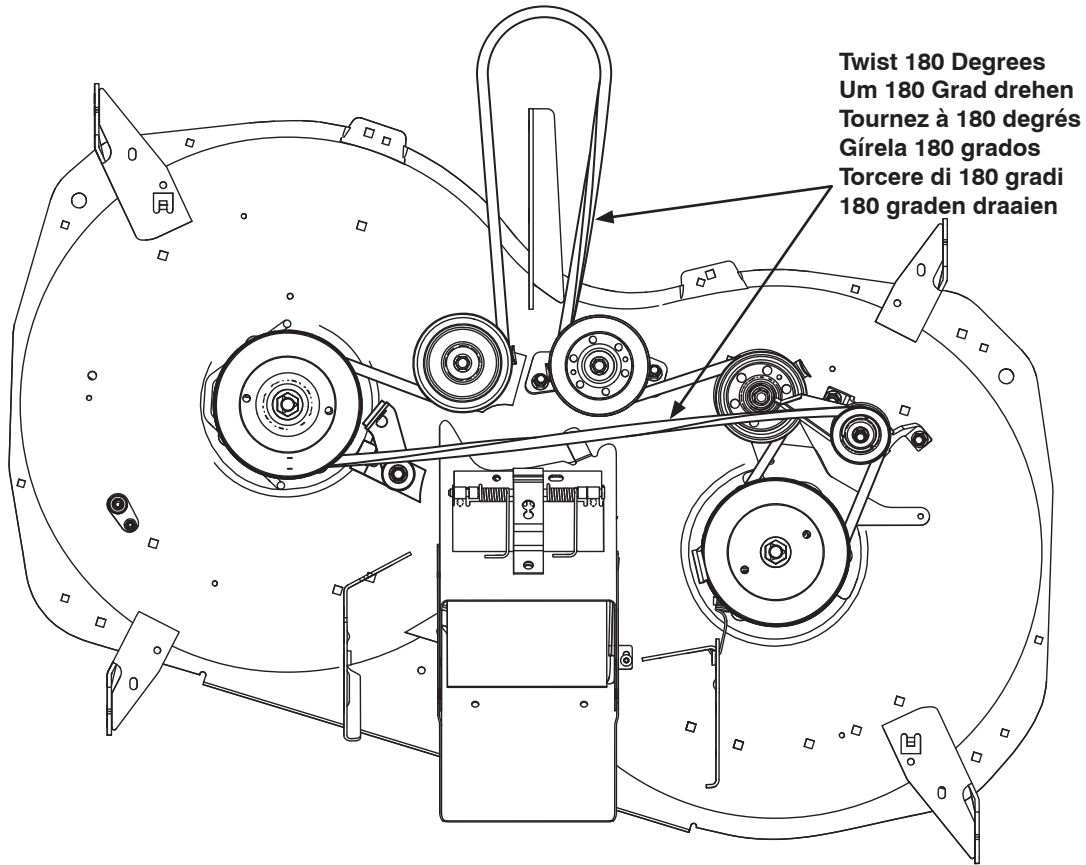

Fig. 7
- Ⓔ 10. Attach new belt (note belt routing) (Fig. 7).
- Ⓓ 10. Befestigen Sie den neuen Riemen (achten Sie auf den Riemenverlauf) (Abb. 7).
- Ⓕ 10. Fixez la nouvelle courroie (observez l'acheminement de la courroie) (Fig. 7).
- Ⓔ 10. Fije la nueva correa (preste atención a su colocación) (Fig. 7).
- Ⓘ 10. Fissare la nuova cinghia (prendere nota dell'instradamento della cinghia) (Fig. 7).
- Ⓐ 10. Breng een nieuwe riem aan (let op het riemtraject) (afb. 7).